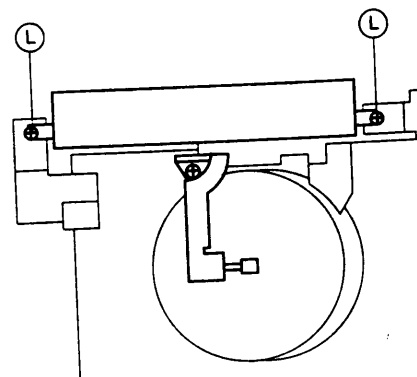

Fig. 7
- Schrauben (L) entfernen und Kopfverstärker nach oben herausziehen (Fig. 7).
- Remove the screws (L) and lift the head amplifier upwards to remove it (Fig. 7).